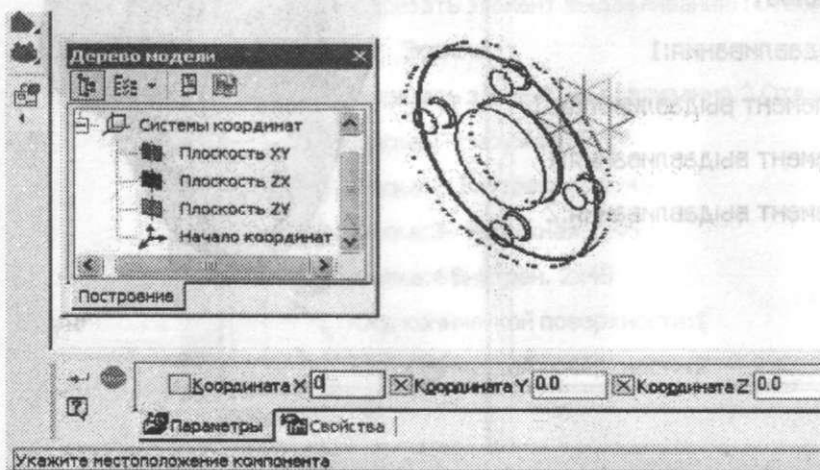

Рис. 71. Вставка в сборку детали «Фланец»
вставки на панели Свойств (рис. 71): рекомендуемые координаты точки вставки детали «Фланец»:  $X=0, Y=0, Z=0$ .
2.4.2. Задать точку вставки. Принять координаты вставки для осей координат:  $Y=0$ ,  $Z=0$ . Координату  $X$  можно задать на панели Свойств или вставить деталь «Крышка» произвольно на экране, а затем переместить ее в нужное место (см. рис. 71). Команды Перемещения расположены в меню Сервис, а кнопки для их вызова на панели Редактирование сборки. Можно включить контроль соударения, когда возможность перемещения детали только до «соприкосновения» с другим компонентом будет контролироваться подсветкой граней при соударении или звуковым сигналом при столкновении.